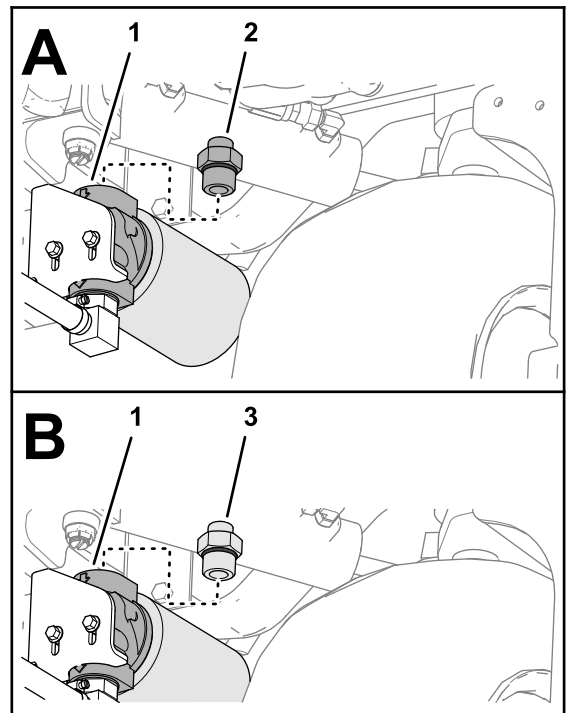

**Figura 30**
2. Montate il raccordo diritto (guarnizione lato O-ring -8 / 3/4" SAE) nell'uscita del refrigeratore dell'olio del radiatore/refrigeratore dell'olio e serrate il raccordo (Figura 30).